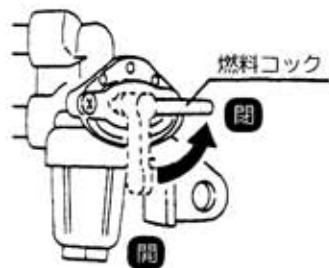

図52
- エンジン停止後、必ずコックを【閉】位置にしてください。(図52)